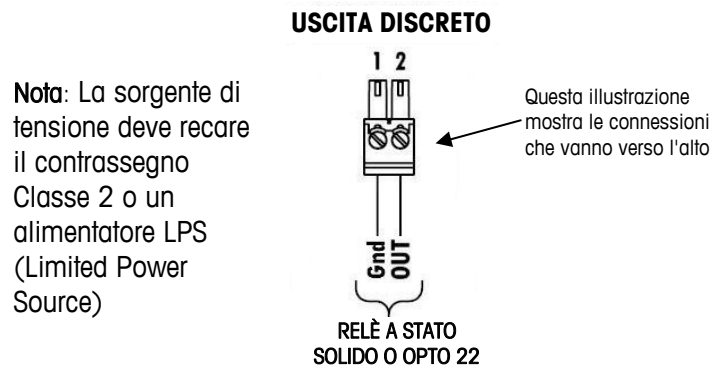

Figura 2-38: Connettore di uscita discreto della cella di carico analogica
- Nota per il cavo a quattro fili standard: se un aumento nel carico causa una diminuzione nella visualizzazione di peso, invertire i fili di segnale (+SIG e SIG). La illustra Figura 2-38 le definizioni del connettore di uscita discreto della cella di carico analogica.